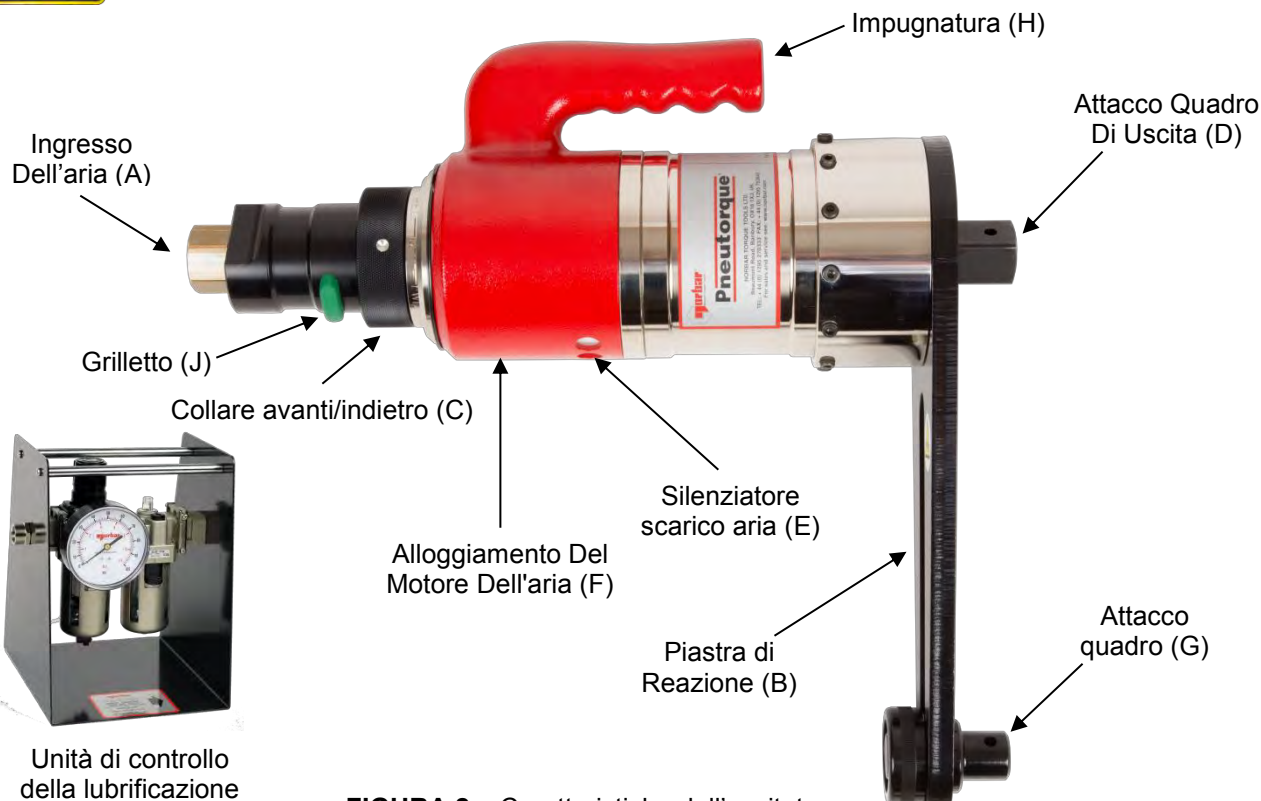

FIGURA 2 – Caratteristiche dell'avvitatore
Inserire l'impugnatura di sollevamento (se fornita) sulla parte superiore dell'alloggiamento del motore dell'aria ("F" nella figura 2). Regolare la posizione dell'impugnatura in modo che l'avvitatore possa essere tenuto comodamente. Stringere saldamente le viti della bussola.
Montare la piastra di reazione (“B” in figura 2) sullo strumento usando i bulloni forniti e la coppia di serraggio al valore specificato dal braccio di reazione. Se non è specificata alcuna coppia, seguire la tabella in basso:
5. Tenere premuto il grilletto ("J" nella figura 2) e regolare la pressione dell'unità di controllo della lubrificazione fino a che sul manometro non appare il numero giusto.